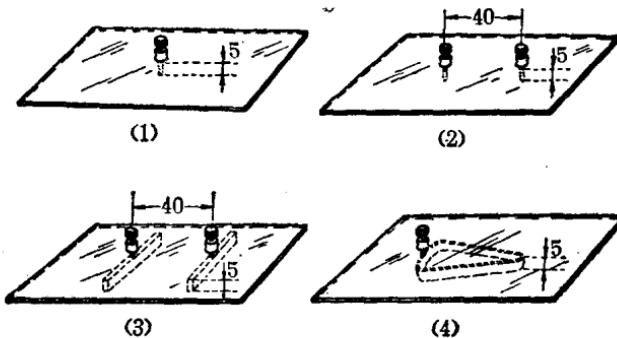

图 1-4 电 极
2. 电极：裁四块边长为 100 毫米的正方形玻璃或有机玻璃，按图 1-4 所示打好孔，用接线柱分别组装成：(1) 一个点电极；(2) 两个点电极；(3) 平行板电极；(4) 尖形导体电极。另外用宽 5 毫米的金属片焊成一个直径为 75 毫米的圆环，作为静电屏蔽环，屏蔽环外侧焊有一根接地引线。